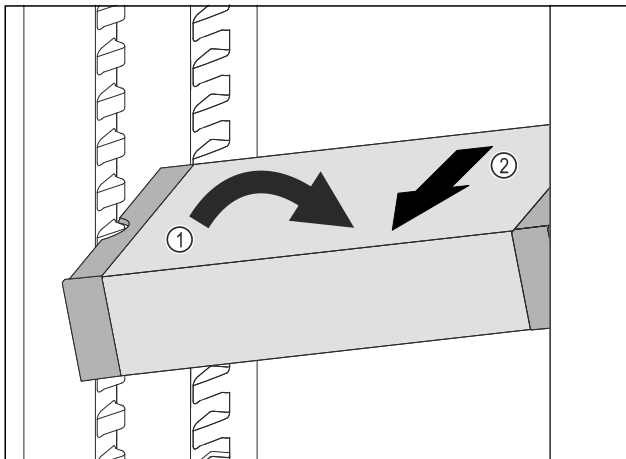

Fig. 73
- ▶ Coloque el VarioSafe en el compartimento del frigorífico en posición oblicua. Fig. 73 (1)
- ▶ Extraiga el VarioSafe hacia delante. Fig. 73 (2)